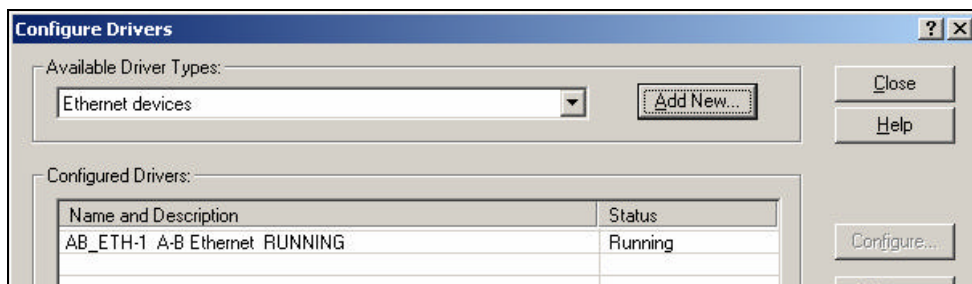

图 3-16 驱动程序已运行
8. 单击 OK，在 Configure Driver 窗口下的列表中出现 AB_ETH-1 A-B Ethernet RUNNING 字样表示该驱动程序已经运行，如图 3-16 所示。